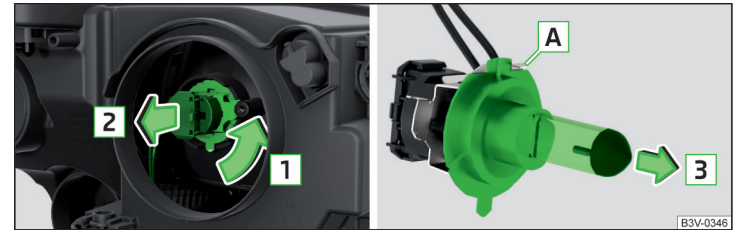

Abb. 369 Glühlampe für Abblend- und Fernlicht wechseln
- › Den Stecker mit der Glühlampe in Pfeilrichtung **1** drehen » Abb. 369.